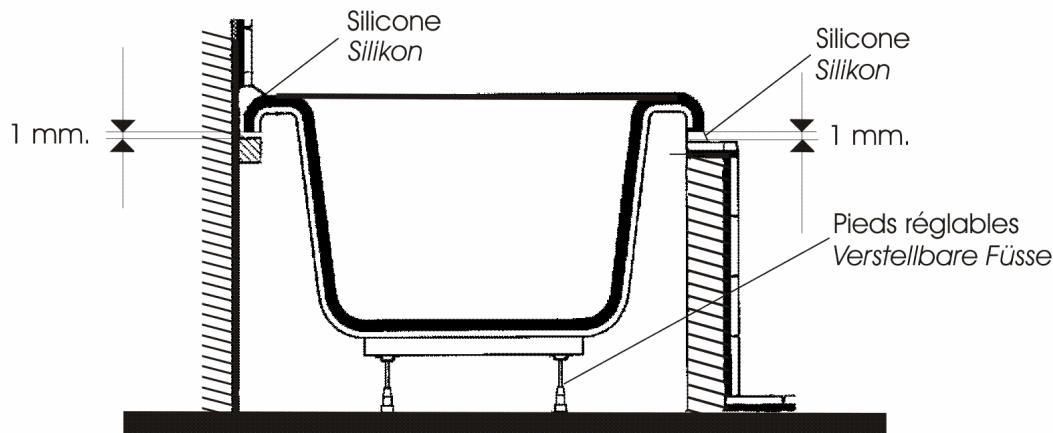

Fig. 1
- Installer des lattes ou supports contre les murs au niveau : - 1 mm. au dessous de la baignoire de façon à lui laisser du jeu (fig.1). En aucun cas, la baignoire ne doit prendre appui sur ses lattes, elle doit reposer sur ses pieds. Ceci est également valable pour le reste de l'entourage éventuellement réalisé en maçonnerie.
- Die Stützen unter der Badewanne an der Wand so fixieren, dass ein wenig Spiel bleibt , 1mm, (Fig.1). Wanne auf keinen Fall auf die Stützen stellen, sie muss auf ihren Füssen stehen. Dies gilt auch für alle anderen Maurerarbeiten.